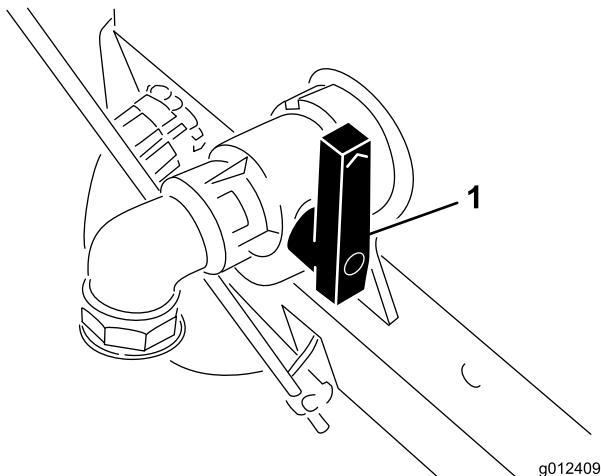

Figure 21
- Vérifiez que le levier de commande de pulvérisation est désengagé et que la vanne de purge de la cuve (Figure 21) est fermée.